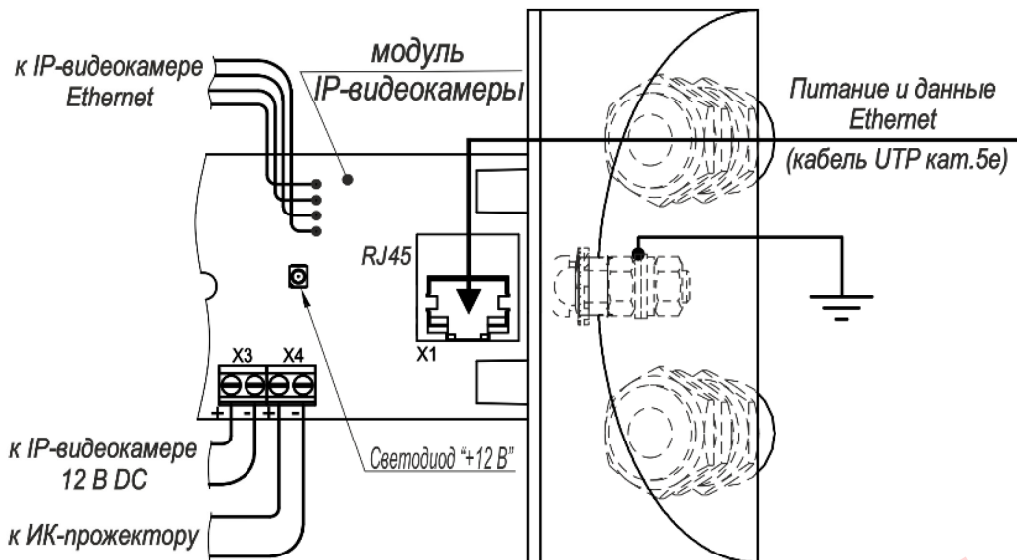
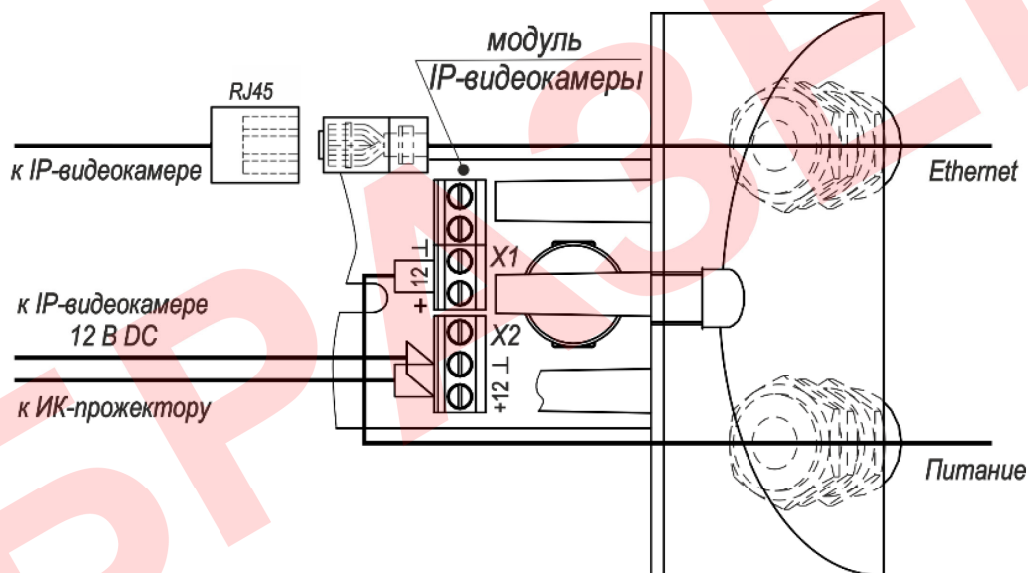

Рисунок 2 – Подключение изделия (с питанием PoE)
Рисунок 3 – Подключение изделия (с питанием 12 В DC)
2. Открутить 3 винта крепления задней крышки и выдвинуть модуль IP-видеокамеры (рисунок 2). Ввести через кабельный ввод внешний кабель UTP кат.5е и подключить его к разъёму X1 модуля IP-видеокамеры (с питанием PoE, рисунок 2) или в разъём RJ45 (с питанием 12 В DC, рисунок 3). Схема обжимки вилки RJ45 на кабель кат.5е показана на рисунке 4.
3. Видеокамера с питанием PoE: Подключить второй конец кабеля Ethernet к инжектору (коммутатору) PoE стандарта IEEE 802.3af, инжектор подключить к локальной сети. При этом на модуле IP-видеокамеры (см. рисунок 2) должен включиться светодиод «+12 В» (при температуре выше  $-10^{\circ}\text{C}$ ).